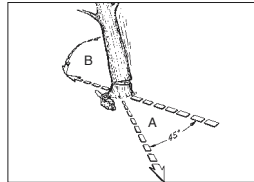

Abb. 12
**ACHTUNG:** Vor dem Schneiden sollte ein Rückzugspfad (A) geplant und freigelegt werden. Der Rückzugspfad sollte nach hinten und diagonal zur Rückseite der erwarteten Fallrichtung verlaufen, wie in Abb. 12 dargestellt ist.
**HINWEIS:** Die Fallrichtung (B) wird vom Kerbschnitt bestimmt. Berücksichtigen Sie vor dem Schneiden die Anordnung größerer Zweige und die natürliche Neigung des Baumes, um den Fallweg des Baumes abzuschätzen.
**ACHTUNG:** Wenn der Fällschnitt sich dem Ankerpunkt nähert, beginnt der Baum zu fallen. Sobald der Baum zu fallen beginnt, ziehen Sie die Säge aus dem Schnitt heraus, stoppen Sie den Motor, legen Sie die Kettensäge ab und verlassen Sie den Bereich über den Rückzugsplatz (Abb. 12).